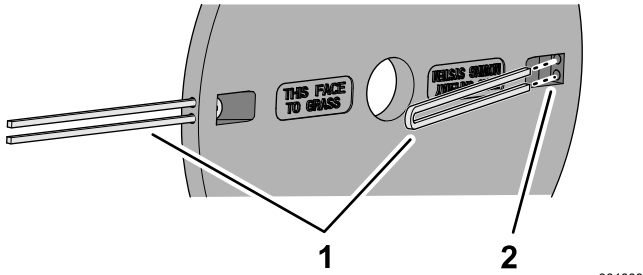

Figure 26
2. Remplacez les fils de coupe existants par 2 morceaux de même longueur du nouveau fil de coupe, comme montré à la Figure 26.